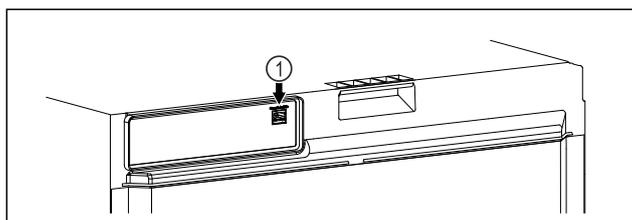

Fig. 116
- SmartModule *Fig. 116 (1)* ist eingesetzt.